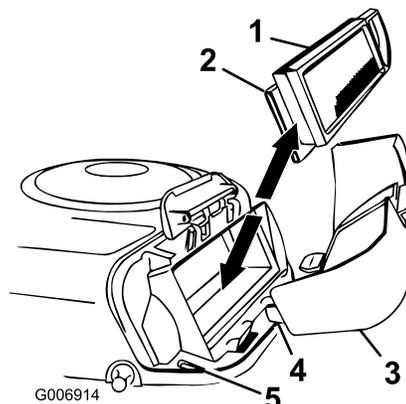

Figura 21
7. Estraete con cautela l'elemento in schiuma sintetica e l'elemento di carta dal convogliatore (Figura 21).
2. Allineate le linguette del coperchio del filtro dell'aria con le fessure del convogliatore (Figura 21).